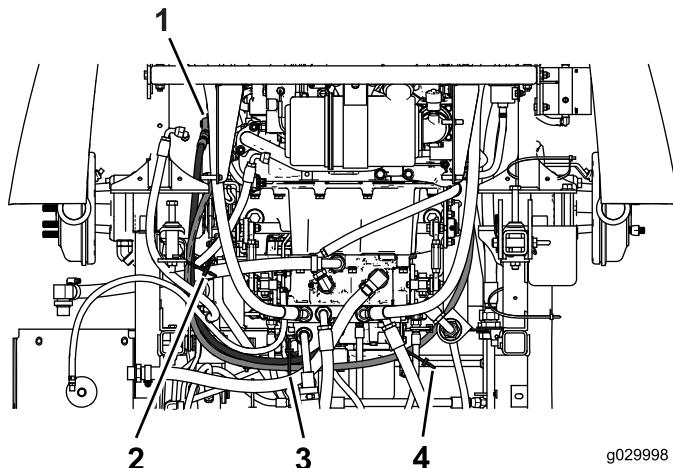

Figura 19
7. Prenda os tubos hidráulicos com braçadeiras de cabos (Figura 19).